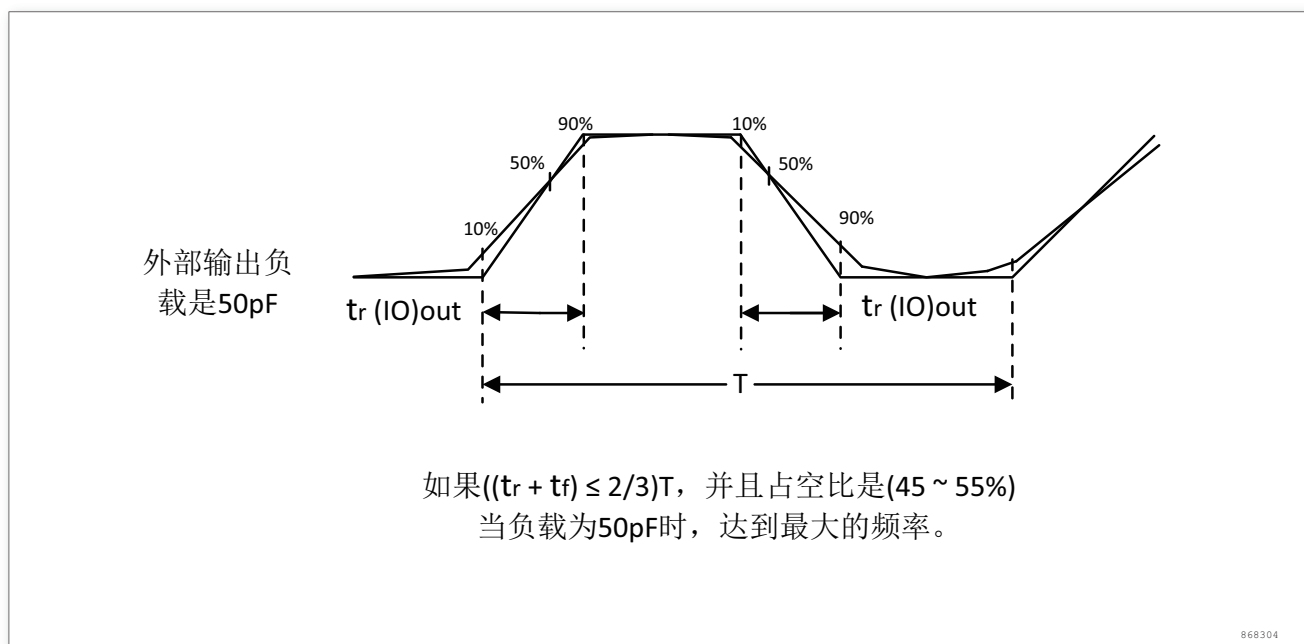

图 10. 输入输出交流特性定义
输入输出交流特性的定义和数值分别在图 10和表 29给出。
2. 最大频率在图 10 中定义。